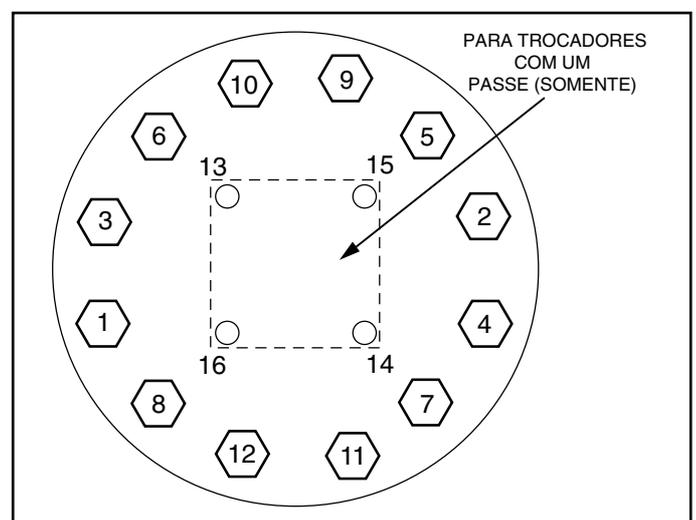

Figura 38 - Sequência de Aperto Recomendada dos Parafusos do Cabeçote do Evaporador
2. A sequência de aperto dos parafusos é descrita na Figura 38. Siga a numeração ou sequência de letras de modo que a pressão seja aplicada uniformemente ao O-ring.
Um suporte metálico estampado e parafusado nos apoios da plataforma do ventilador suporta cada conjunto de ventilador e motor. Um anteparo e uma grade de arame fornecem proteção contra o giro da hélice. Veja a Figura 38. A extremidade exposta do eixo do motor do ventilador é protegida contra intempéries com graxa. Se o motor precisa ser removido para reparo ou substituição, certifique-se de engraxar novamente o eixo do ventilador e reinstalar a proteção do ventilador. O motor do ventilador possui um ressalto no eixo do motor. Para o desempenho adequado, a hélice deverá estar posicionada de tal forma que fique seguramente assentada neste ressalto. Aperte o parafuso com torque de 20,34 Nm + 2,7 Nm (15 ft lb + 2,0). As seqüências de operação dos ventiladores são apresentadas nas figuras a seguir. Consulte também a tabela na seqüência para ver a capacidade nominal do compressor.